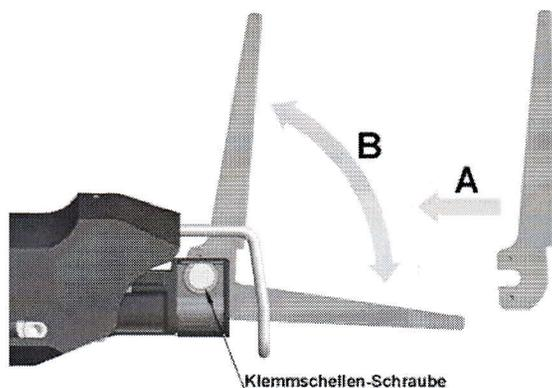

Abb. 4 Werkzeugwechsel
- Werkzeughalter in die vordere Endstellung schieben und Klemmschellen-Schraube (Abb. 4) mit Innensechskantschlüssel 3mm lösen.
- Sägeblätter, in einer senkrechte Position (A), in den Werkzeughalter schieben, bis sie vollständig an der Klemmschellen-Schraube anstehen.
- Sägeblätter bis an den Anschlag nach unten drehen (B)